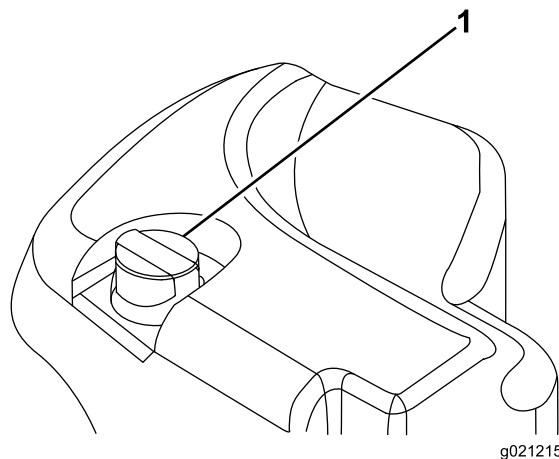

Figure 30
2. Nettoyez la surface autour du goulot de remplissage et du bouchon du réservoir hydraulique (Figure 30). Enlevez le bouchon du goulot de remplissage.